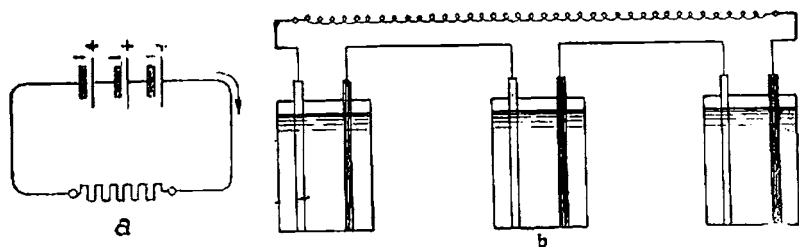

Fig. 29. a, b. — Forțe electromotoare în serie
**18. Legarea forțelor electromotoare.** Să legăm mai multe surse de curent electric, (pile, etc.), ca în fig. 29, în așa fel ca borna + a uneia să fie legată cu borna — a sursei următoare și așa mai departe.